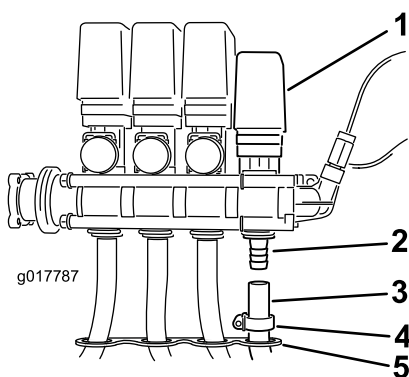

Рисунок 13
8. Проденьте шланг через отверстие в оплетке шлангов на кронштейне крепления клапана к открытому штуцеру на клапане шлангового барабана (Рисунок 13).